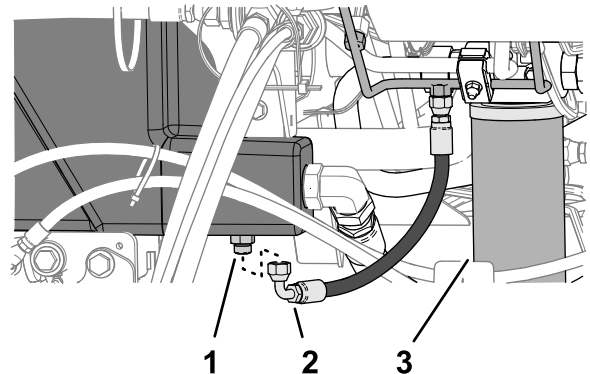

Bild 151
2. Stellen Sie eine große Auffangwanne unter das gerade Anschlussstück (Bild 151) des Hydraulikölbehälters, siehe Hydraulikölmenge \(Seite 83\).